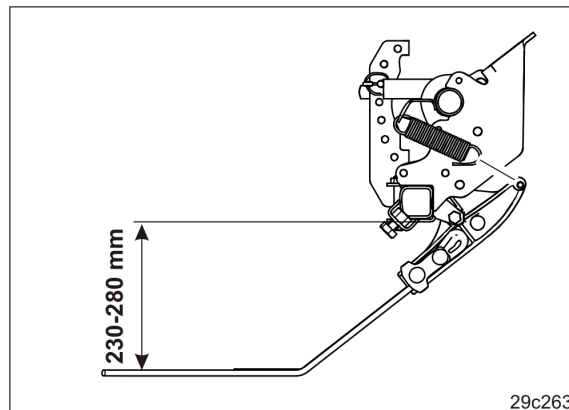

Fig. 96
4. Regular la púa flexible ajustando para ello el brazo superior (Fig. 95/1) con el que la sembradora se encuentra fijada al tractor o a la maquinaria de labrado (véase Fig. 96).